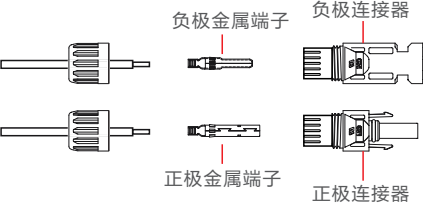

图3.25 拆卸连接器盖螺母
- 剥去直流线缆约7毫米, 拆下连接器盖螺母 (如图3.25所示)。